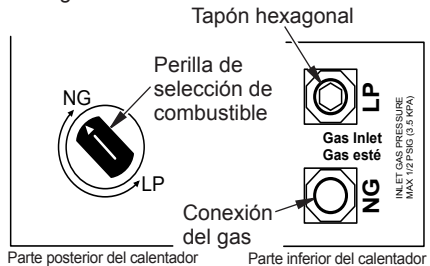

Figura 15 - Ajustes para Gas Natural
1. Retire el tornillo de la placa de la cubierta situados en la parte posterior del calentador (consulte la Figura 15). Gírela para que se vea el dispositivo de selección de combustible.
2. Para GAS NATURAL, presione la perilla con un destornillador plano con hoja de un cuarto de grosor y gire la perilla en dirección de las manecillas del reloj hasta que la perilla quede fijada en la posición NG (consulte la Figura 15). El dispositivo de selección de combustible debe estar fijo en la posición NG. No use el calentador con la perilla ubicada entre las dos posiciones.
4. Retire el tapón hexagonal (con la llave provista) de la entrada de gas natural del regulador (consulte la Figura 15). Coloque el tapón hexagonal en la entrada LP del regulador. Instale la tubería de gas en la entrada del regulador de gas natural. Utilice sellador de roscado para evitar fugas.